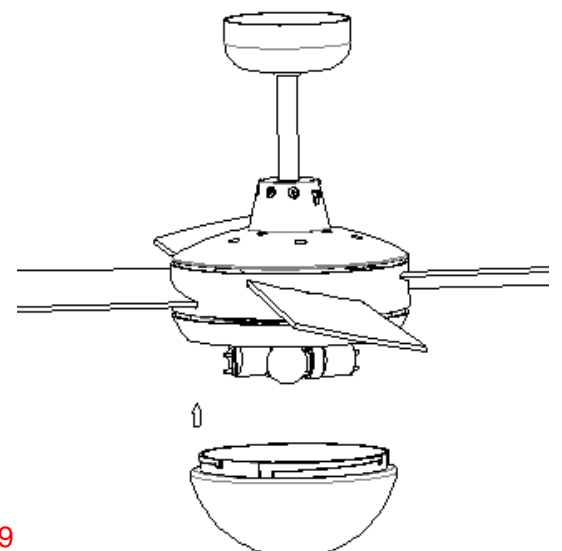

Abb. 9
8. Bringen Sie vorsichtig die Glasabdeckung über den Leuchtmitteln an und drehen Sie diese im Uhrzeigersinn, bis sie einrastet. Die Glasabdeckung muss ordnungsgemäß eingesetzt werden, damit sie einrasten kann. Überprüfen Sie daher beim Einsetzen die Arretiervorrichtung. Abb. 9